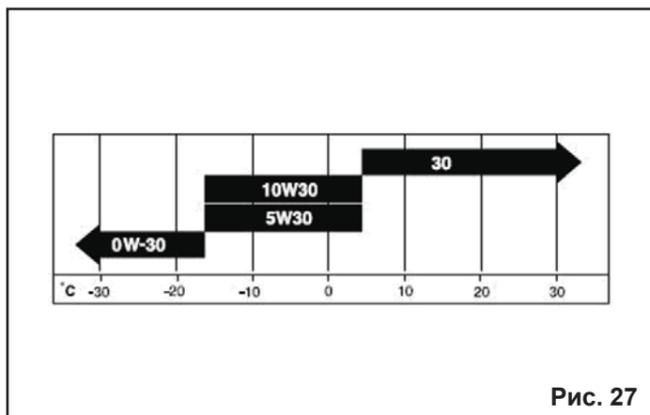

Рис. 27
**Примечание:** Для запуска двигателя и эксплуатации снегоборщика в условиях низких температур (см. диаграмму на рис.27) допускается использование синтетического моторного масла для 4-тактных двигателей вязкостью SAE 5W30.